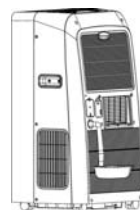

Рис. 10
1. Осторожно высвободите сливной шланг из резинового хомута и извлеките из свободного конца шланга резиновую заглушку. Проложите шланг с уклоном, обеспечивающим слив жидкости самотеком, в сливной бак (см. рис. 10).